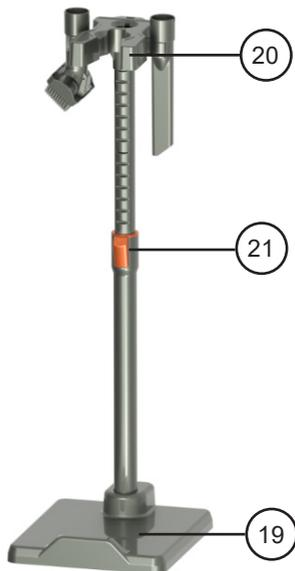

Рисунок 2
– Соберите стойку, как указано далее (**рис. 2**):